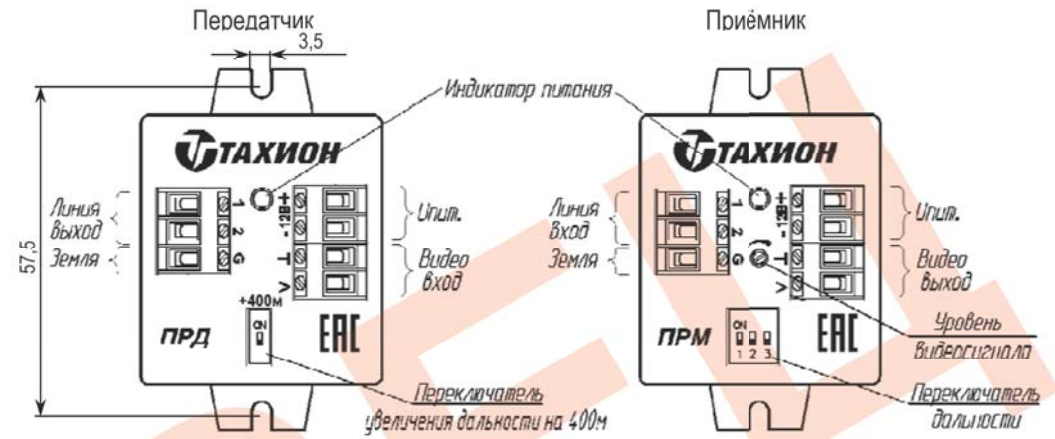
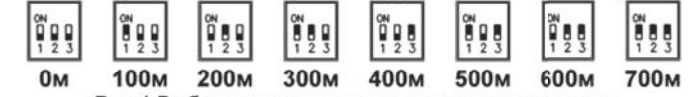

Рис.1 Устройство АПВС-5М
Рис.4 Выбор дальности переключателя дальности
2. На приёмнике «Переключателем дальности» (см. рис.1) установить дальность, соответствующую длине линии в пределах 800 –1100м. Выбор дальности показан на рис.5.
2. На приёмнике «Переключателем дальности» (см. рис.1) установите дальность, соответствующую длине линии в пределах 0 – 700м. Выбор дальности показан на рис.4.